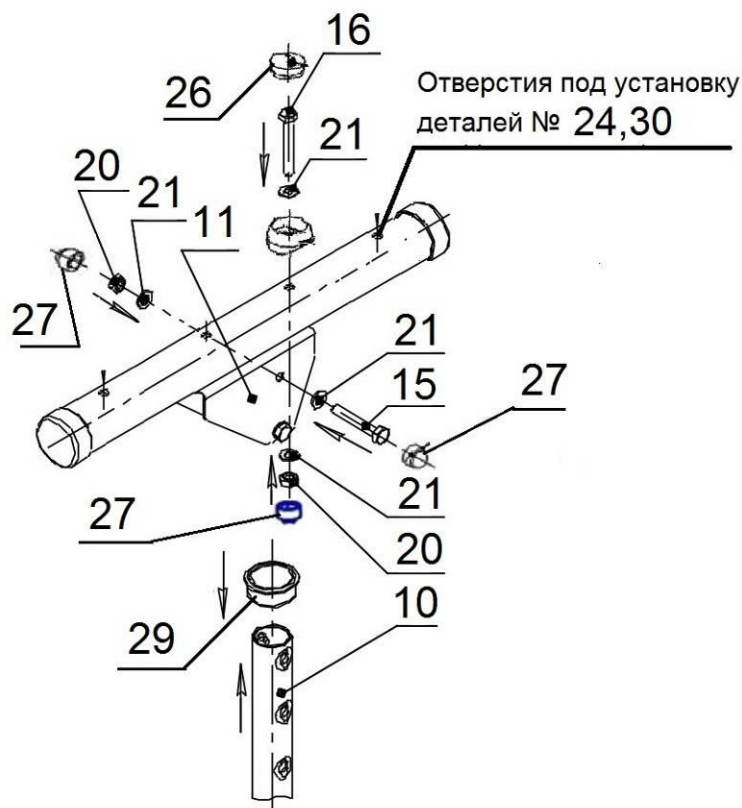

Рисунок 4
3.8. Собрать телескопические стойки – 2 шт. (см. рис.4):
3.9. Вставить в верхнюю часть лестницы собранные телескопические стойки и установить Комплекс вертикально. Под болт (поз.18) и на посадочные места на упорных кронштейнах установить 6 опор (поз.24). На упорные кронштейны опоры устанавливаются с использованием переходника (поз.30), места для установки переходников показаны на рис.4.